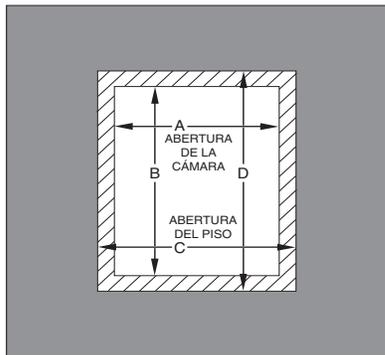

Fig. 11 – Dimensiones de las aperturas del piso y la cámara
- Abra un agujero en el piso (consulte la Tabla 4 y la Fig. 11).
- Construya la cámara según las dimensiones especificadas (consulte la Tabla 4 y la Fig. 11).